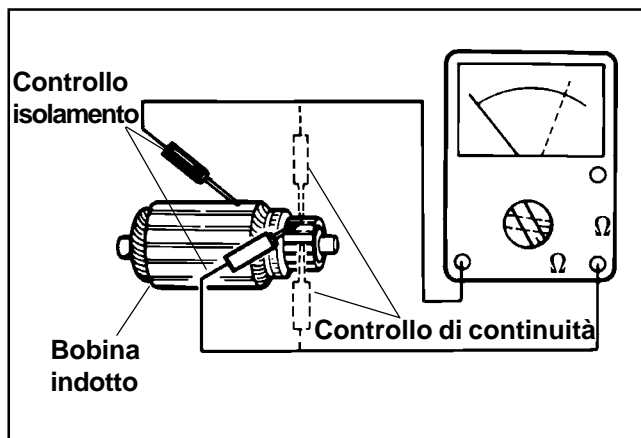

Figura 8-54. Controllo dell'indotto.
- Impostare un ohmmetro sulla scala Rx1. Toccare le sonde tra i due segmenti differenti del commutatore e verificare la continuità. Vedere Figura 8-54. Testare tutti i segmenti. Deve essere presente continuità tra tutti i segmenti, altrimenti l'indotto è difettoso.
- Verificare la continuità tra i segmenti delle bobine dell'indotto ed i segmenti del commutatore. Vedere Figura 8-54. Non deve essere presente continuità. In caso di continuità, l'indotto è difettoso.